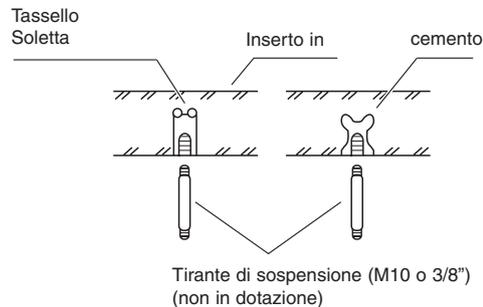

Fig. 3-1
- (1) Fissare i tiranti di sospensione al soffitto in modo sicuro usando il metodo illustrato nelle dime di foratura (fig. 3-1 e 3-2), attaccandoli alla struttura di supporto, o con un qualsiasi altro metodo che garantisca una sospensione sicura e appropriata dell'unità.